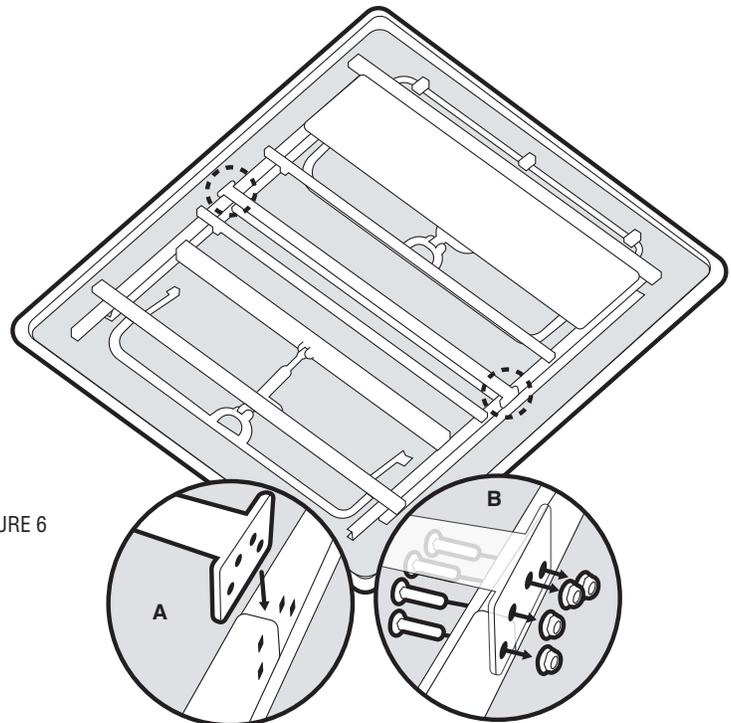

FIGURE 6
- A. Placer la barre de soutien sur le joint du centre où les sections de la TÊTE et des PIEDS se rejoignent. Aligner les trous de montage sur la barre de soutien aux trous sur le cadre de la base (FIGURE 6).
- B. Insérer les boulons de carrosserie de 3/4 po dans les trous carrés sur la barre de soutien. Glisser les écrous sur les boulons de carrosserie de 3/4 po (FIGURE 6). **SERRER À LA MAIN.**